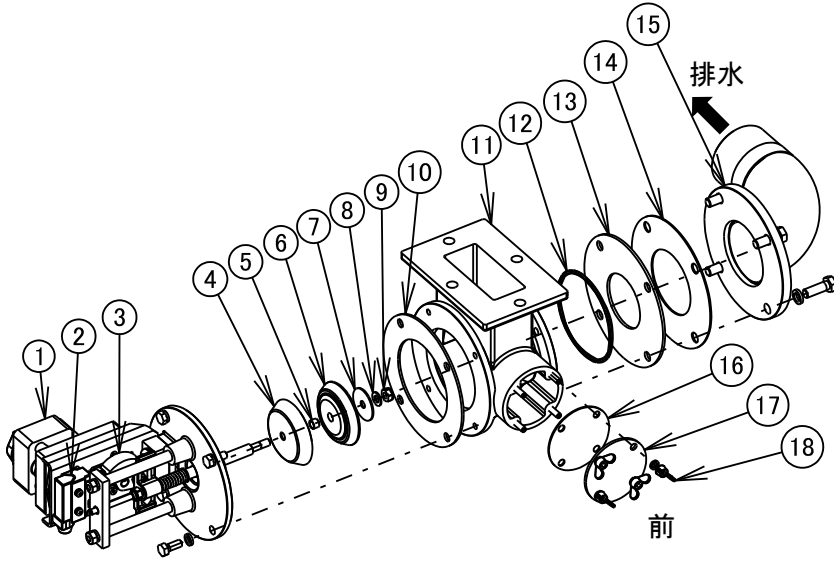

図8-14
8. 3. 7 排水弁(図8-14)
4) 排水弁補助弁の交換(図8-14)
- ・ ①モータと②リミットスイッチのケーブルコネクタを外します。①モータアース線を外します。
- ・ ボルト(M8)を緩めて①～⑩一体品を取り外します。
- ・ ⑩U ナット(M8)を緩めて⑤～⑧弁部をシャフトから取り外します。
- ・ ⑥排水弁補助弁の中央にはまっている⑤排水弁スペーサを取り外し新しい⑥排水弁補助弁に取り付けます。
- ・ ⑤～⑧弁部をシャフトに逆の手順で組み付けます。
- ・ ①～⑩一体品をボルト(M8)で組み付けます。
- ・ ①モータと②リミットスイッチのケーブルコネクタ及び、①モータアース線を元の通に接続します。
- ・ ③排水弁マイクロカムの回転方向と排水弁の動作確認を行うこと。